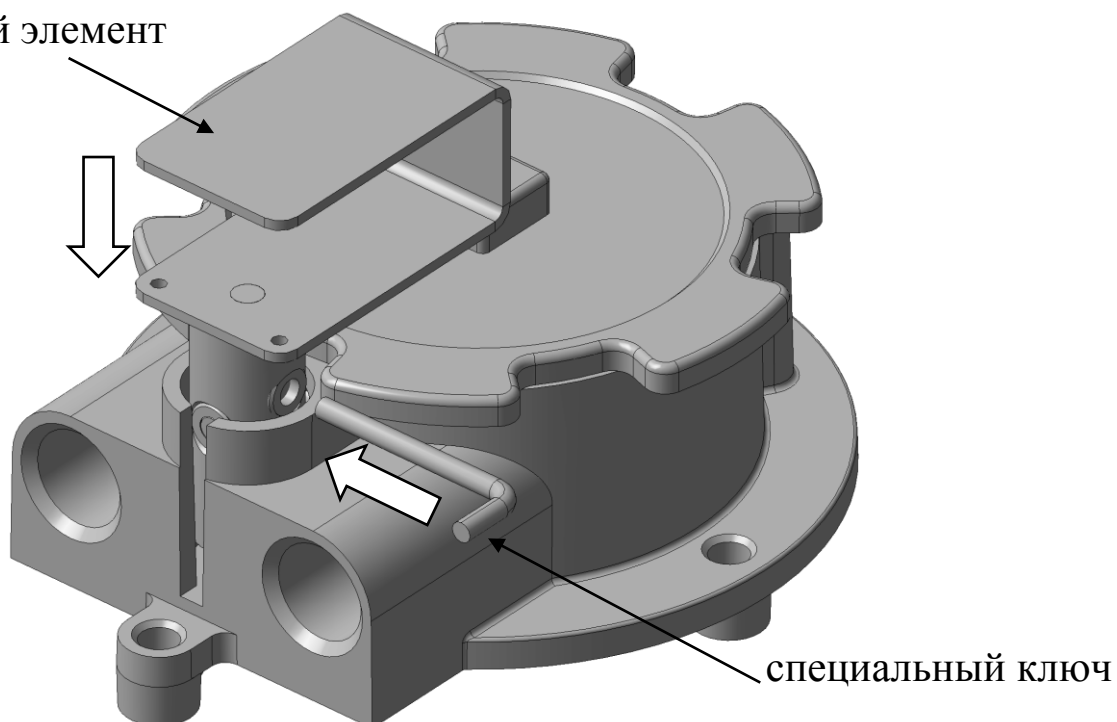

Рис. 2
УДП подключается на замыкание цепи согласно рис. 2.
1. В отверстие слева приводного элемента вставить специальный ключ и нажать до упора, рис.2;
2. Вставить приводной элемент до упора, рис.2 и вытащить специальный ключ.
Подключение УДП осуществляется на замыкание, см. рис. 2.
- осуществить монтаж соединительного кабеля в кабельном вводе и соединить проводники в соответствии со схемой подключения, рис. 2.